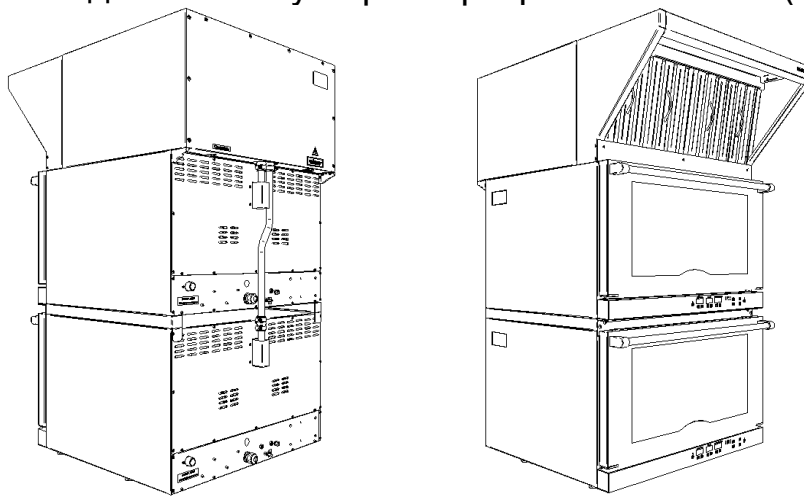

Рисунок 12
14. Установить заднюю стенку и фильтры решетки зонта (см. Рисунок 12);